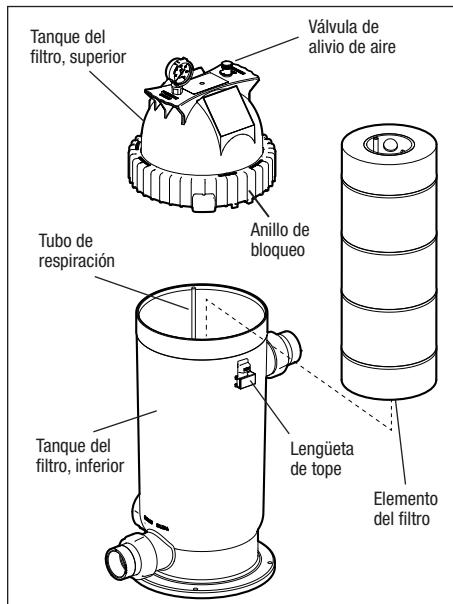

Figura 6. Extracción del elemento del filtro
- Abra la válvula de alivio de aire de la parte superior del tanque del filtro para liberar toda la presión de dentro del tanque y del sistema. Consulte la Figura 6. Cierre cualquier válvula de aislamiento del filtro del sistema para evitar inundaciones.